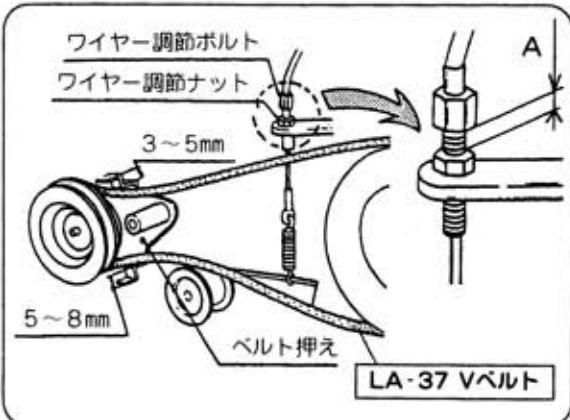

図30
- ① ワイヤー調節ナットを緩めてください。(図30)
- ② ワイヤー調節ボルトを上にしてA寸法を長くしてください。(図30)